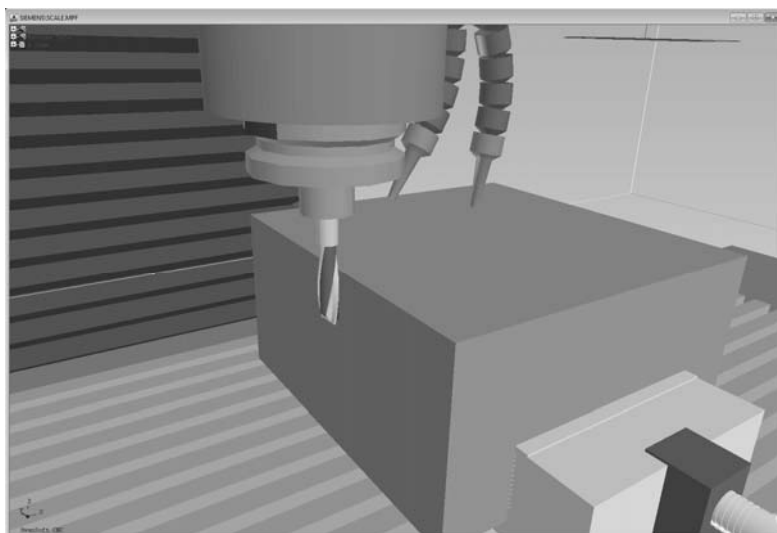

Рисунок 5.2 – Привязка инструмента по оси X
8.1 Используя клавиши «X», «Y», «Z», «+», «-», «RAPID» в режиме «JOG» переместить инструмента T1 по оси X к детали до касания (рисунок 5.2). Для ограничения скорости перемещения по осям рекомендуется уменьшить рабочую подачу с помощью корректора.